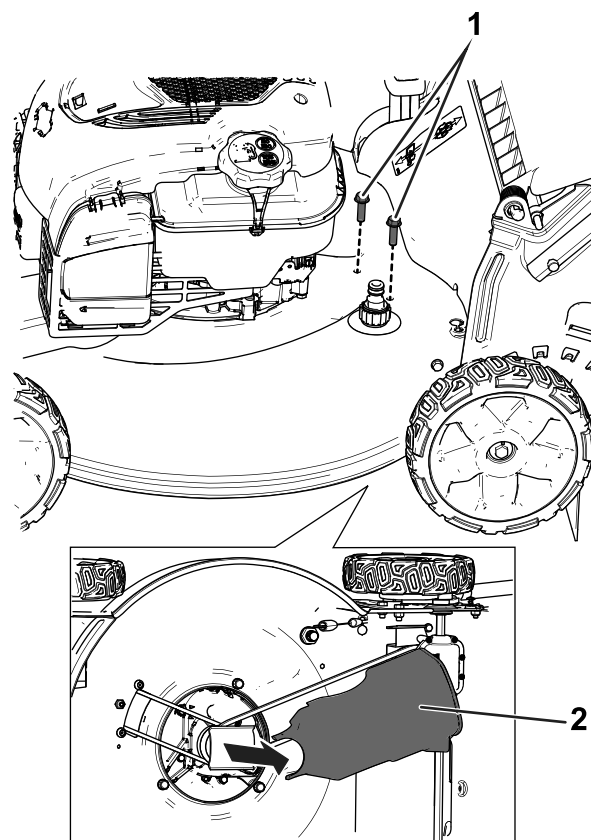

Рисунок 3
7. Снимите и сохраните нижний задний кожух ремня и соответствующие болты (Рисунок 3).